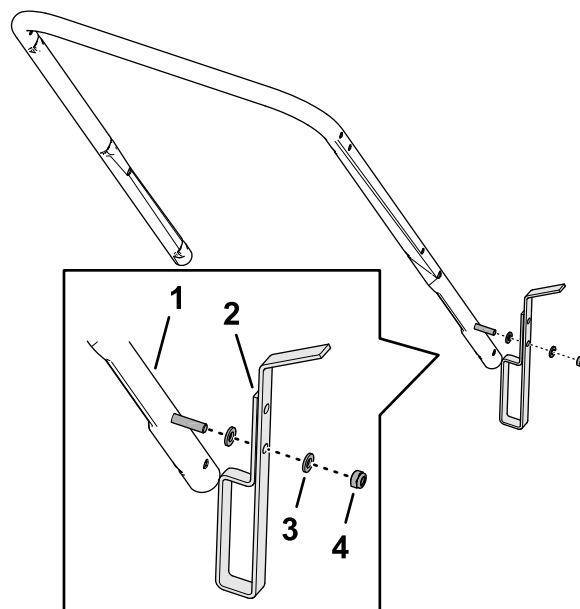

Figur 3
1. Bestem styrebøjle's højde, når fodstopperen er fastgjort til stopklodsbeslaget (Figur 3).